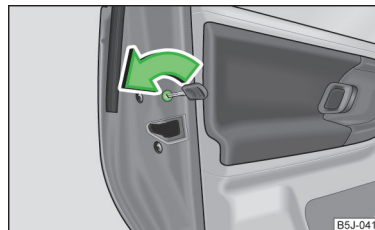

Fig. 28
- Ruotare la fessura della sicurezza nella direzione indicata dalla freccia » fig. 28 (nella porta destra ciò dovrà essere effettuato specularmente).
- Ruotare la fessura della sicurezza nella direzione opposta a quella indicata dalla freccia » fig. 28 (nella porta destra ciò dovrà essere effettuato specularmente).